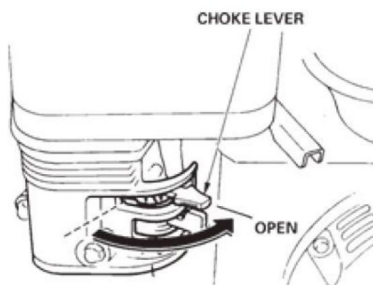

RYS.6 RYS.7
9.1 Ustawić dźwignię zaworu paliwa silnika (RYS. 6) w pozycji „ON”.